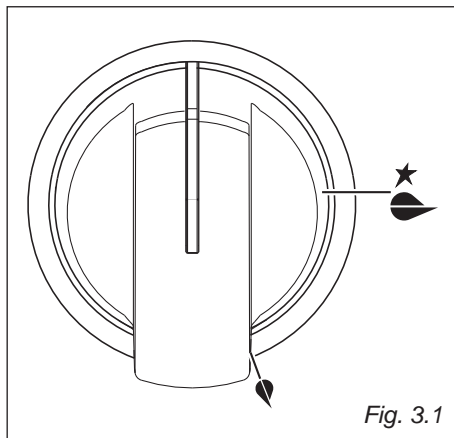
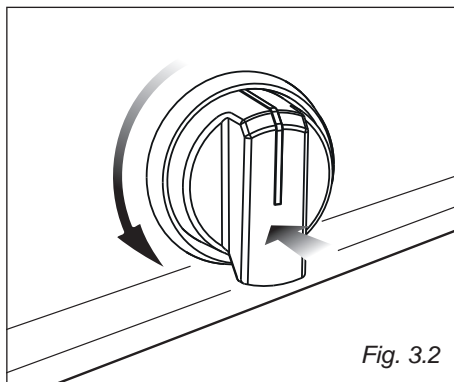

Fig. 3.1
Fig. 3.2
- Løsn dækslet til tilslutningsboksen ved at indsætte en flad skruetrækker i krogene "A" (Fig. 3.1).
- Åbn aflastningen ved at skrue skruen "F" ud (Fig. 3.2). Skrueerne i klemrækken skrues ud.
**VIGTIGT! Ved el-tilslutning må skrueerne på bagpladen bag tilslutningsboksen aldrig fjernes (Fig. 3.1).**
Med betjeningsknappen tændes brænderen, og flammens styrke indstilles (se Fig. 3.1).
1. Tryk knappen ind og drej den venstre om (Fig. 3.2) til symbolet for kraftigste flamme  (Fig. 3.1). Hold knappen inde indtil flammen tændes. Hvis flammen ikke tænder, forsøg da med en tændstik.